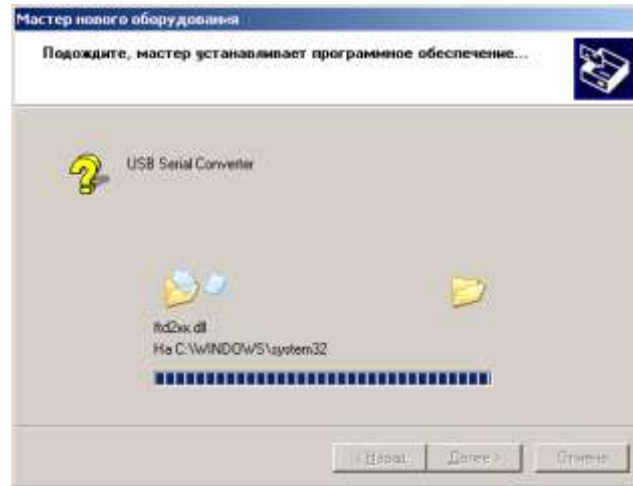

Рис.17. Копирование файлов драйвера
10) После выбора устройства будет произведено копирование файлов драйвера (рис.17).